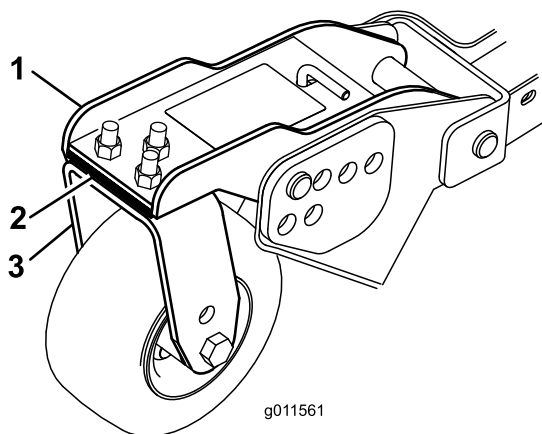

**Figure 79**
1. Desserrez les écrous de blocage en haut ou en bas de l'étrier fileté de la chaîne de hauteur de coupe (Figure 79).